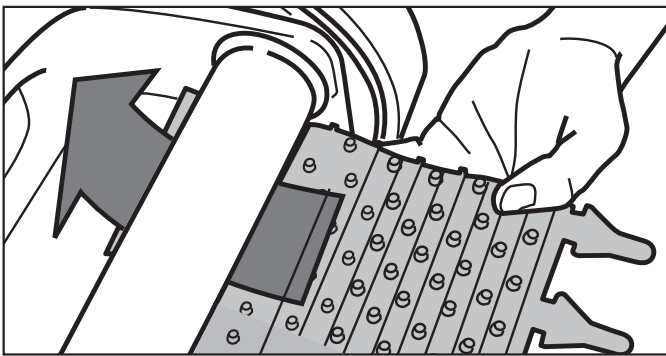

Figura 26. Coloque el nuevo cepillo en el rodillo
3. Coloque el nuevo cepillo debajo del rodillo con las espigas hacia abajo (vea la figura 26).